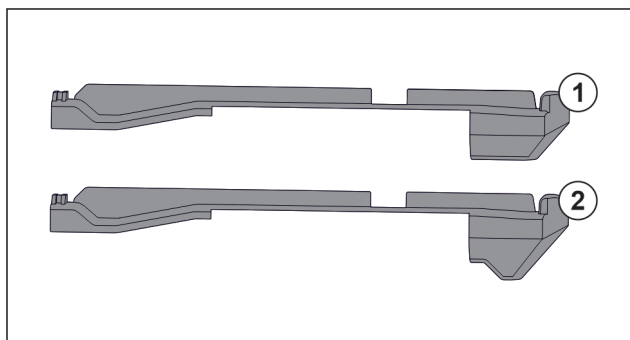

Fig. 48 Porovnanie násuvných dielov
V zariadení sa nachádzajú dva rozdielne násuvné diely. Násuvný diel nad spodnou zásuvkou Fig. 48 (2) má trojuholníkovú hranu. Všetky ostatné násuvné diely Fig. 48 (1) majú rovnú hranu.
- ▶ Namontujte násuvný diel Fig. 48 (2) s trojuholníkovou hranou nad spodnú zásuvku.
- ▶ Namontujte násuvný diel Fig. 48 (1) s rovnou hranou na všetky ostatné miesta.